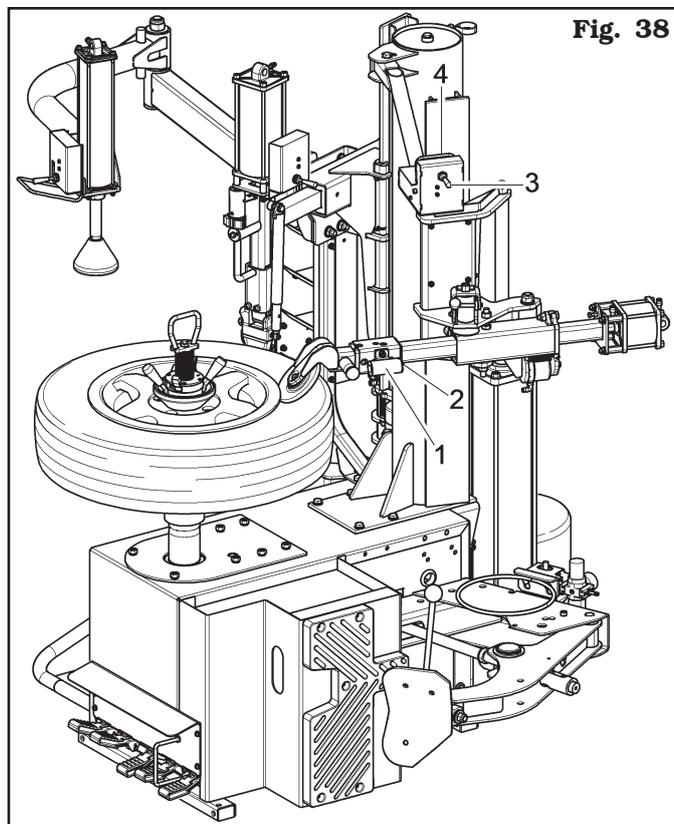

Fig. 38
2. determinare la posizione del rullo sul diametro del cerchio tramite la maniglia (**Fig. 38 rif. 1**) dopo aver sbloccato il braccio tramite il pulsante (**Fig. 38 rif. 2**) posto sulla maniglia stessa. Abbassare la leva (**Fig. 38 rif. 3**) per portare il rullo stallonatore appena sotto al bordo del cerchio. Tirare la leva posteriore (**Fig. 38 rif. 4**) fino a quando il rullo stallonatore non si inserisce dentro il cerchio;